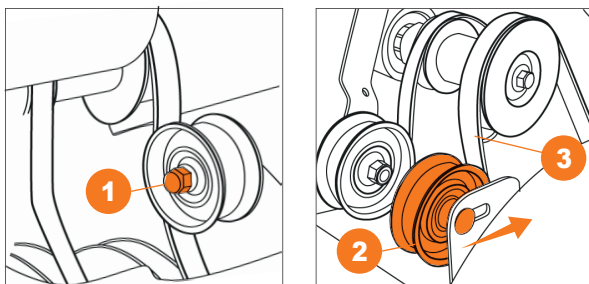

Рис. 21
- В случае если шнеки на снегоуборочной машине не вращаются или перестают вращаться под нагрузкой и регулировка натяжения троса не дает результата, необходимо произвести натяжку приводного ремня при помощи изменения положения прижимного ролика (Рис. 21).
- Ослабьте гайку ①, крепления ролика натяжения ремня.
- Переместите ролик ② в сторону ремня, но не допускайте его касания с ремнем и затяните гайку.